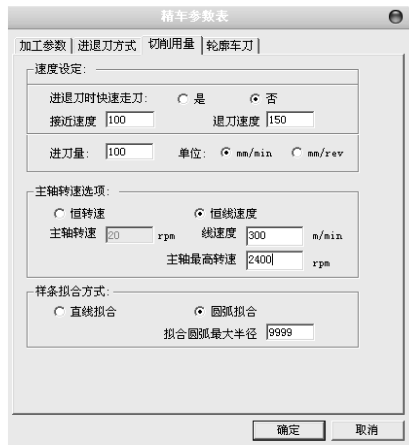
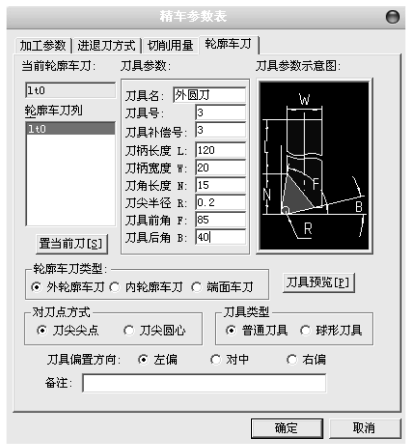

图 8-19 外轮廓精车切削用量参数设置
图 8-20 外轮廓精车轮廓车刀参数设置
(4) 生成左端外轮廓精加工刀具路径 在菜单栏中选择【数控车】→【外轮廓精车】命令，或者单击【数控车】工具栏中的按钮，系统弹出【精车参数表】对话框，单击【加工参数】选项卡，设置的参数如图 8-17 所示；单击【进退刀方式】选项卡，设置的参数如图 8-18 所示；单击【切削用量】选项卡，设置的参数如图 8-19 所示；单击【轮廓车刀】选项卡，设置的参数如图 8-20 所示，设置完成后单击【确定】按钮。